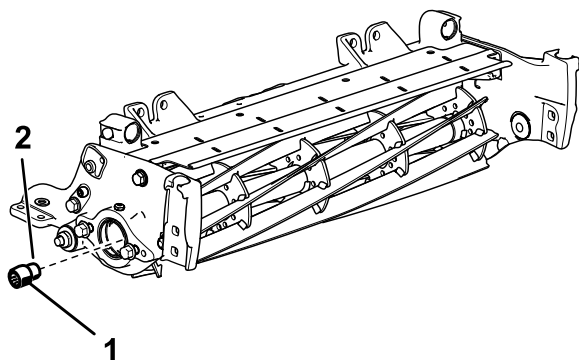

图 3
3. 使用滚刀驱动轴工具零件号 TOR4112 用于 12.7cm 滚刀零件号 TOR4074 用于 17.8cm 滚刀从滚刀轴的两端卸下现有花键插入件。请参阅 图 3。